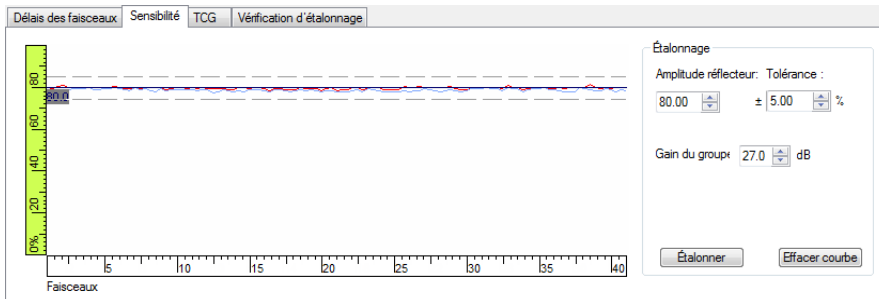

Figure 4-22 Courbes de l'étalonnage de la sensibilité
8. Effectuez un nouveau balayage au-dessus du réflecteur de référence sur le bloc étalon pour valider l'étalonnage en confirmant que la ligne rouge apparaît à l'intérieur des lignes de tolérance (voir la Figure 4-22 à la page 260).